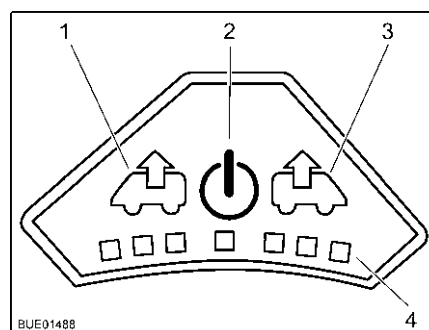

Fig. 90 Painel de controlo do ventilador
- Ligar:** ■ Premir a tecla Ligar/Desligar (Fig. 90,2). O ventilador está a funcionar no modo de conforto (extrair o ar com o ventilador na mais baixa rotação).
- Extrair o ar:** ■ Para aumentar a rotação do ventilador: Prima a tecla Extrair o ar (Fig. 90,1). A rotação do ventilador no sentido da extração do ar aumenta um nível. Os LEDs (Fig. 90,4) indicam os níveis de comutação.
- Para reduzir a rotação do ventilador: Prima a tecla Arejar (Fig. 90,3). A rotação do ventilador baixa um nível.
- Arejar:** ■ Para aumentar a rotação do ventilador: Prima a tecla Arejar (Fig. 90,3). A rotação do ventilador no sentido do arejamento aumenta um nível. Os LEDs (Fig. 90,4) indicam os níveis de comutação.
- Para reduzir a rotação do ventilador: Prima a tecla Extrair o ar (Fig. 90,1). A rotação do ventilador baixa um nível.
- Desligar:** ■ Premir a tecla Ligar/Desligar (Fig. 90,2). O ventilador para, os LEDs apagam-se.